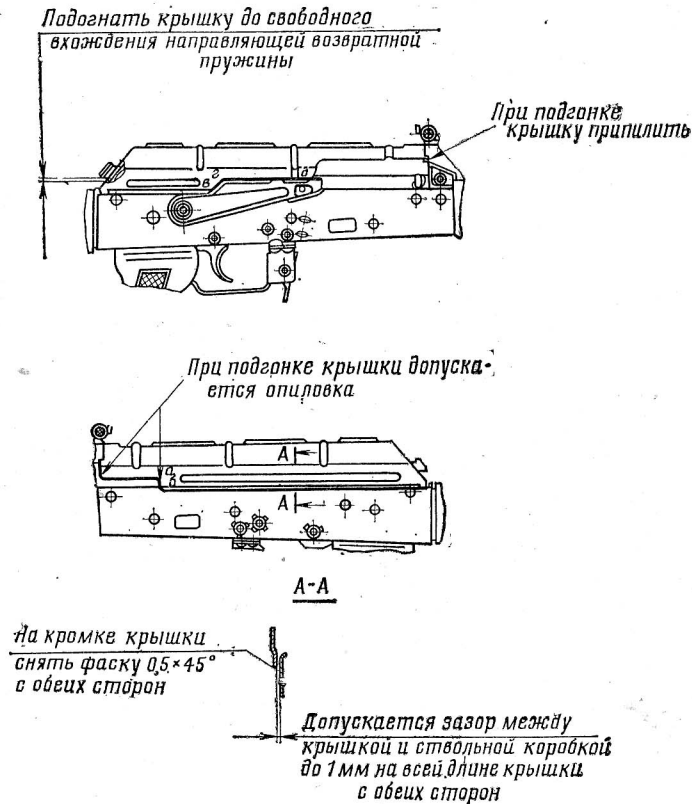

Рис. 68. Подгонка крышки ствольной коробки
1. Подобрать крышку ствольной коробки по месту. При необходимости опилить передний торец крышки ствольной коробки или стенку выреза *аб* для уступа ствольной коробки (рис. 68) так,